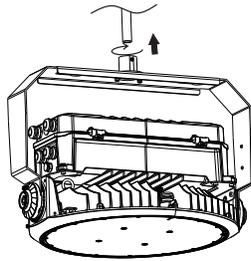

Fig. 34
4. Screw pendant mount to  $\frac{3}{4}$ " conduit (not provided, Fig. 34).